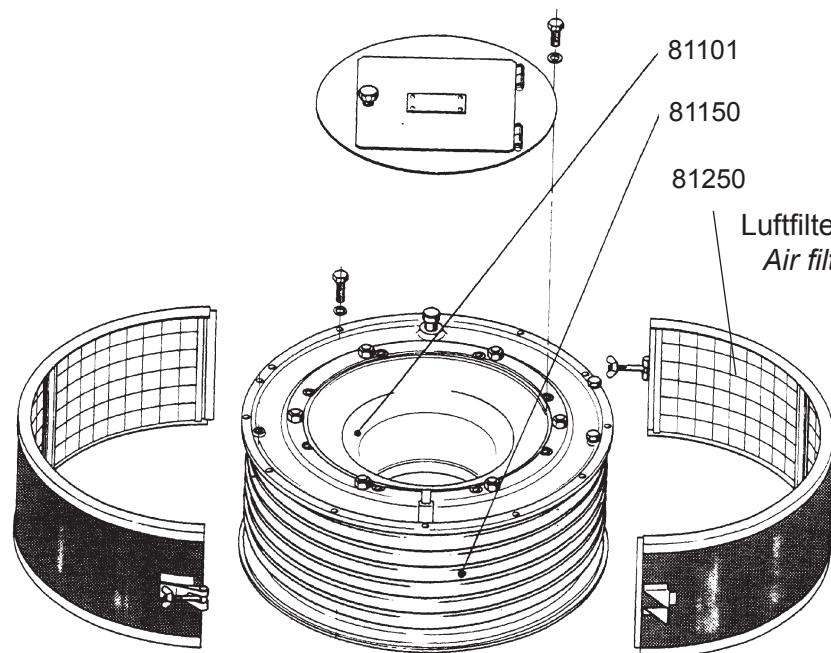

Fig. 3-6
- Luftfiltersegment (81250) in Tauchbad mit Sodalösung baden (s. Fig. 3-6 und 3-7).
- Luftfiltersegmente (81250) umschließen den Schalldämpfer (s. Fig. 3-6).
**Vorsicht !** Dämpferscheiben (81150) des Schalldämpfers und befilzten Abschlussstrichter (81101) nur trocken reinigen (s. Fig. 3-6).
- Bathe the air filter segment (81250) in a bath of soda solution (see fig. 3-6 and 3-7)
- Several air filter segments (81250) enclose the silencer (see fig. 3-6)
**Caution !** Silencer discs (81150) and felted end funnels (81101) may only be dry-cleaned (see fig. 3-6).